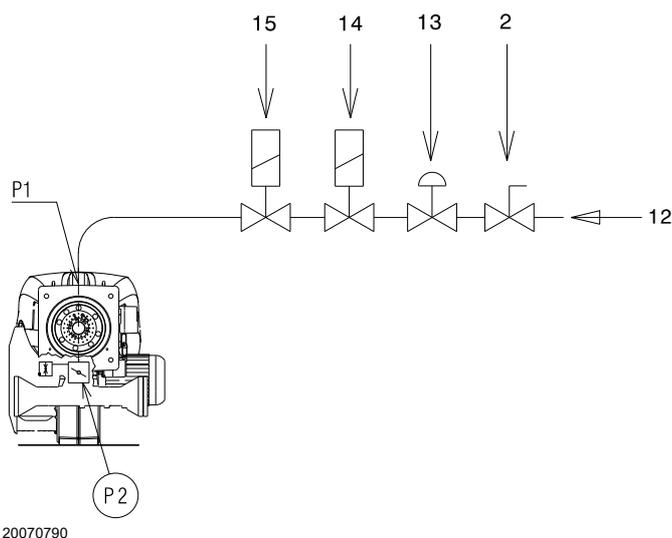

Fig. 28
Pérdida de carga válvula de mariposa del gas P2)(Fig. 28) con abertura máxima: 90°.
- restar de la presión del gas en la toma P1)(Fig. 28) la presión en la cámara de combustión.
Presión del gas en la toma 1)(Fig. 28) = 35,2 mbar
Para conocer la presión del gas necesaria en la toma P1)(Fig. 28), fijada la potencia máxima de modulación a la cual se desea que funcione el quemador:
- Leer a la derecha, columna 1, la presión en la toma P1)(Fig. 28).
presión necesaria en la toma P1)(Fig. 28).
Leyenda (Fig. 28)